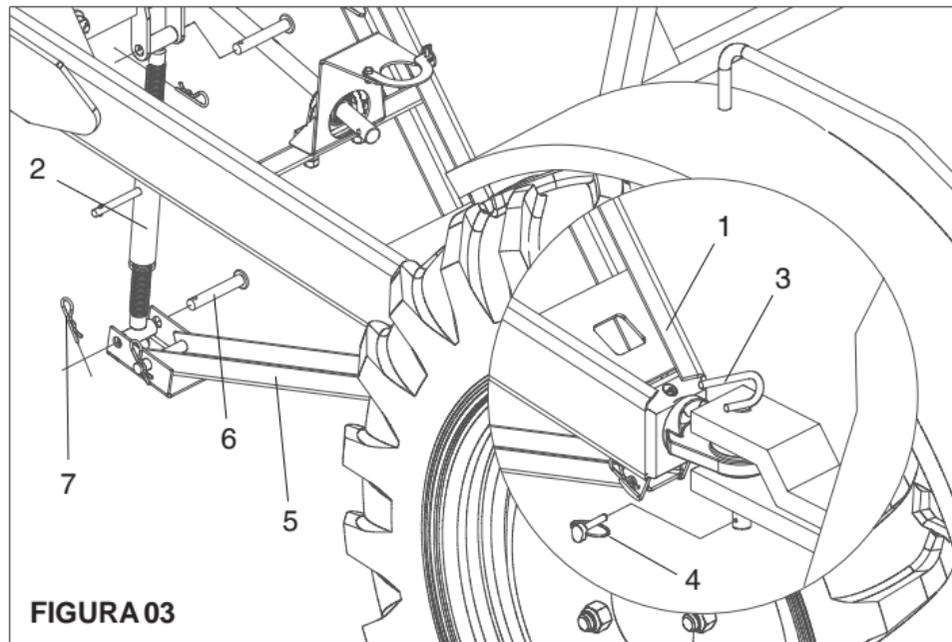

FIGURA 03
3 - Após o engate do DCF-CO na barra de tração do trator, recolha o suporte (5), retirando o pino (6) e trava (7) do regulador (2), levante o suporte (5) e trave-o com o pino (6) e trava (7), conforme mostra a **Figura 03**.